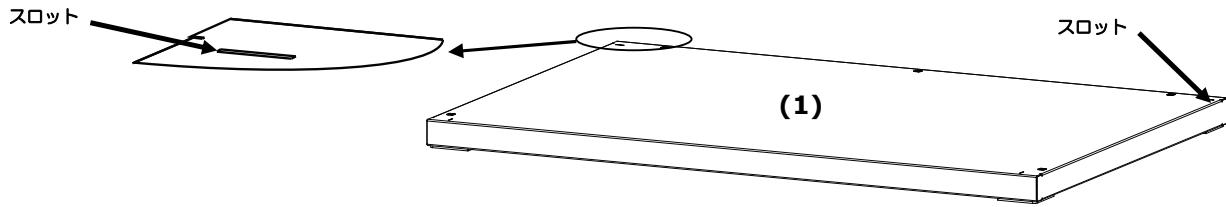

図1：底面パネル
- 底面パネル（1）を汚れのない平らな場所に設置します。（図 1 参照）